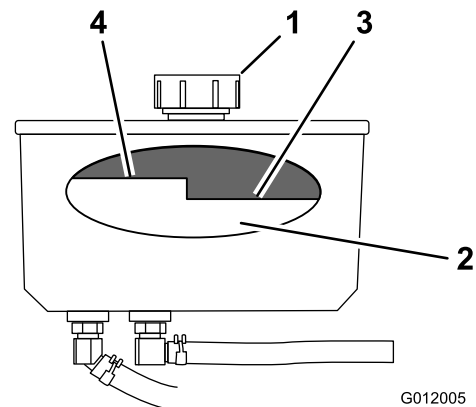

Figure 74
4. Nettoyez la surface autour du bouchon et du goulot de remplissage du réservoir hydraulique (Figure 74).
5. Retirez le bouchon du goulot de remplissage. Vérifiez le niveau d'huile à l'intérieur du réservoir (Figure 74).
Remarque: Lorsque l'huile est chaude, elle doit atteindre le haut du repère "à chaud" sur le déflecteur (Figure 74).